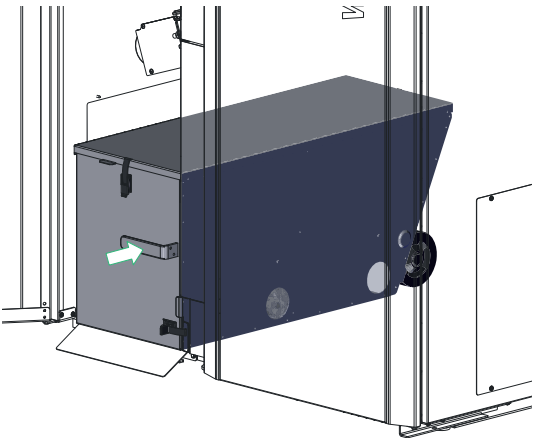

Fig. 123 Spingere il contenitore leggermente verso destra e introdurre del tutto la maniglia
- Spingere il contenitore cenere leggermente verso destra e introdurre del tutto la maniglia – Fig. 123.